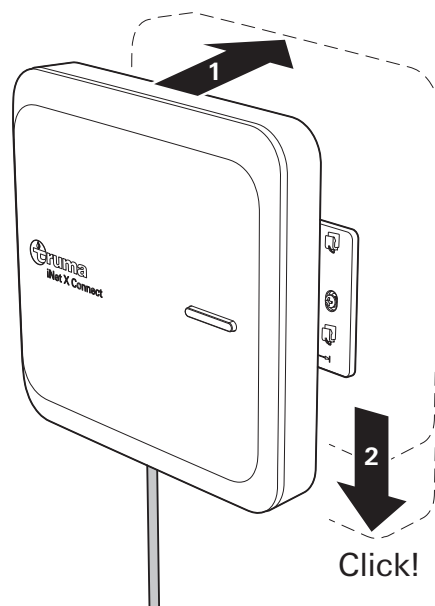

Fig. 19
- ❗ Il est également possible d'insérer le Connect dans la plaque de montage en le tournant de 180°, de sorte que le connecteur du câble ne se trouve pas en bas (Fig. 19), mais en haut.